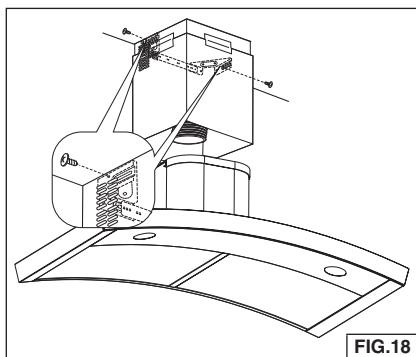

FIG.18
- Eleve el conducto de humo a su posición sobre la campana. Fije el conducto de humo superior al soporte de montaje con (2) tornillos de 3.9 x 6 mm. Fig. 18.